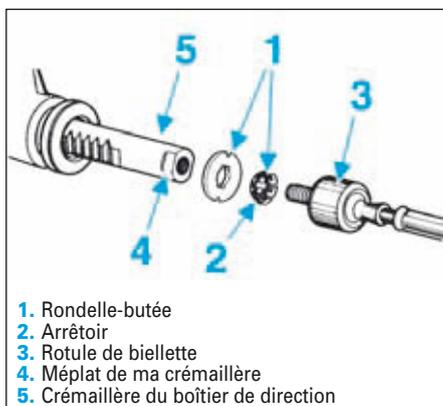

FIG.8
- Remplacer la rondelle de butée (1) et l'arrêt (2) (Fig.8).
- Enduire le pas de vis de la rotule (3) de Loctite Frenbloc.
- Vérifier que les languettes de la rondelle de butée (1) coïncident avec les méplats (4) de la crémaillère.